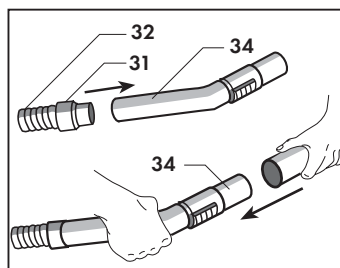

Fig. 30
Pour l'accouplement des différents composants, il suffit d'emboîter le raccord rotatif (31) du tube flexible (32) dans la poignée (34) et la partie femelle de l'accessoire que l'on désire utiliser dans la partie terminale mâle de la poignée (34). (Fig. 30).